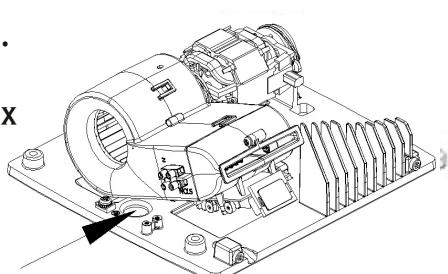

Рисунок 5
**РЕКОМЕНДУЕТСЯ ПРОВЕСТИ ПИТАЮЩИЙ КАБЕЛЬ ЧЕРЕЗ НАПРАВЛЯЮЩУЮ, КОТОРАЯ НАХОДИТСЯ С ТЫЛЬНОЙ СТОРОНЫ (СМОТРИТЕ РИС. 5), КАК УКАЗАНО НИЖЕ:**